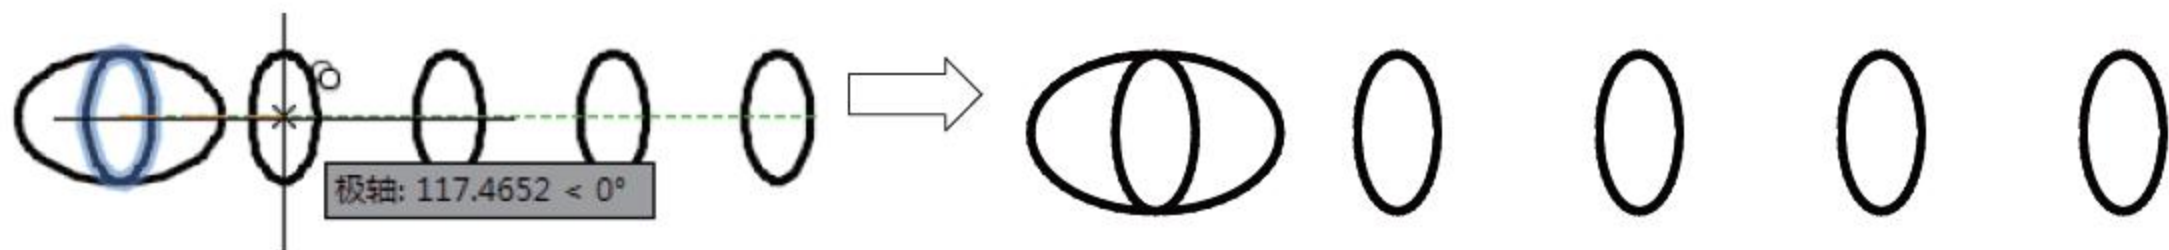

图4-20 阵列复制对象
- 位移 (D)：使用坐标值指定复制的位移矢量。
- 模式 (O)：用于控制是否自动重复该命令。激活该选项后，当命令行提示【输入复制模式选项 [单个 (S)/多个 (M)] <多个>:】时，默认模式为【多个 (M)】，即自动重复【复制】命令；若选择【单个 (S)】选项，则执行一次复制操作，只创建一个对象副本。
- 阵列 (A)：快速复制对象以呈现出指定项目数的效果，如图4-20所示。命令行提示如下。